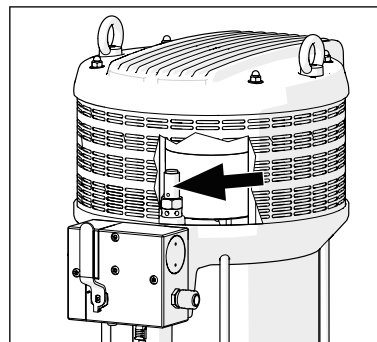

Рис. 2. Предохранительный клапан
- в пневматическом двигателе дозирующего насоса (Рис. 2),